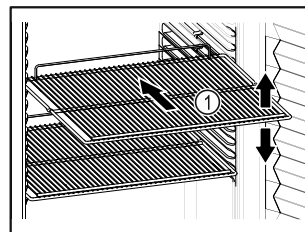

Fig. 57 Примерно изображение
- Ако стелажите за съхранение Fig. 57 (1) могат да се местят, регулирайте ги според височината.